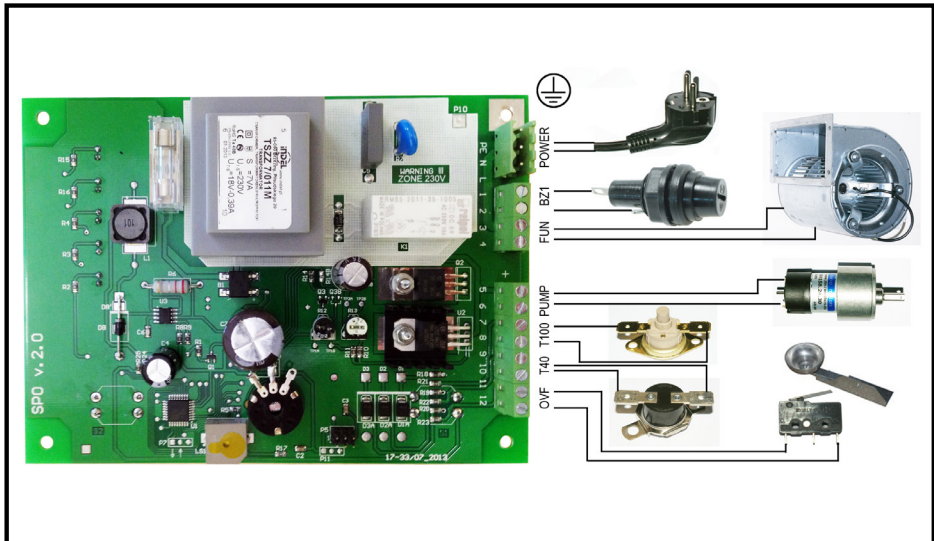

Fig. 1
- Fig. 1 Строеж на нагревателя